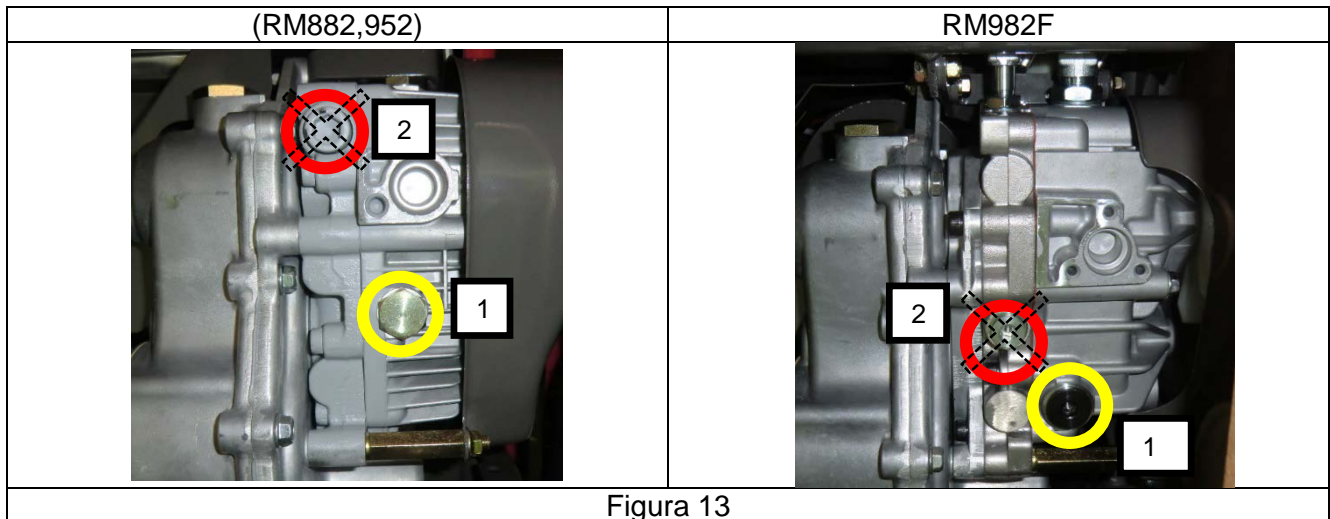

Figura 13
1. Posizionare un recipiente adeguato sotto l'unità HST per raccogliere l'olio, quindi togliere il bullone di scarico (1, Figura 13).
Non svitare mai il bullone 2 (Figura 13), potrebbe compromettere il funzionamento della trasmissione. Eventuali manomissioni e danni conseguenti non saranno coperti dalla garanzia.